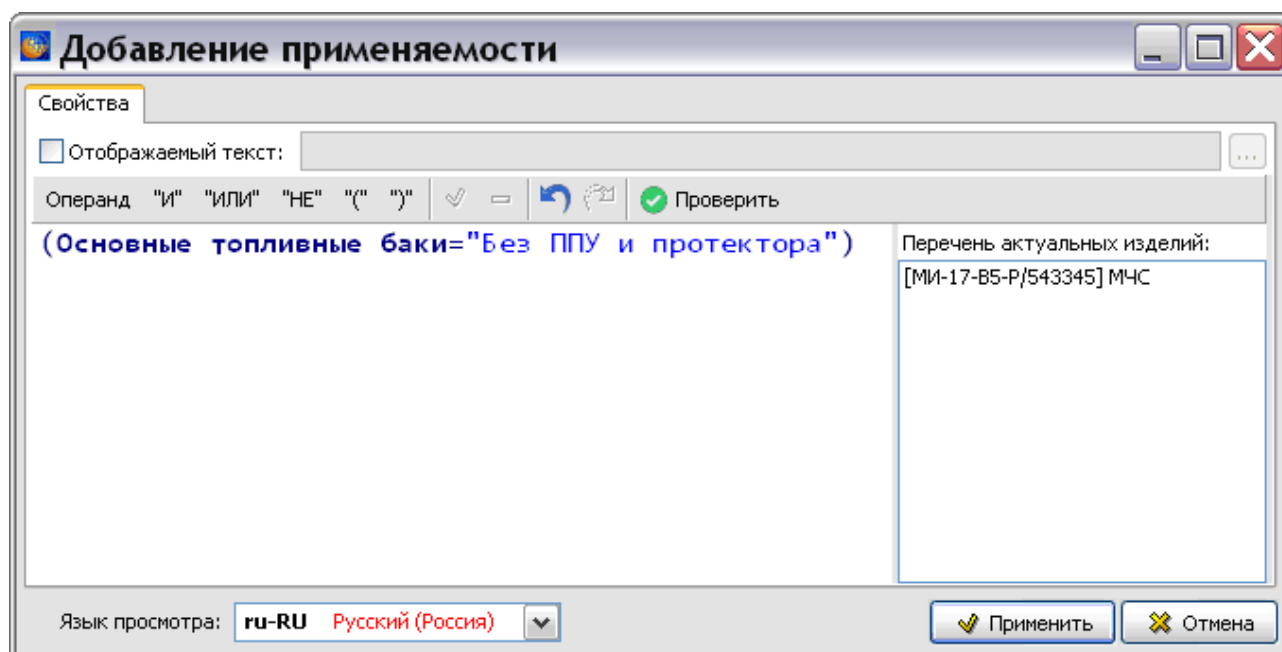

Рис. 22.68
5. Нажмите на кнопку **Применить**. В окне **Добавление применяемости** отобразятся введенные данные (Рис. 22.68).